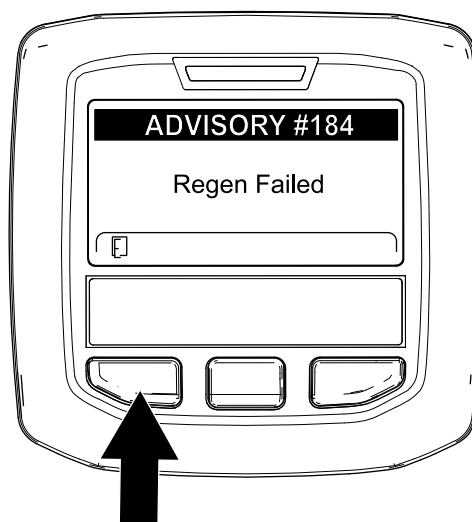

Figura 64
**Nota:** Si la regeneración no se realiza correctamente, el InfoCenter muestra Advisory #184 (Aviso n.º 184) (Figura 64). Pulse el botón de la izquierda para salir a la pantalla de inicio.